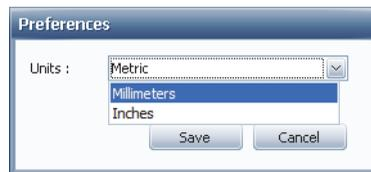

Рис. 3-2 Выбор единицы измерения в диалоговом окне Предпочтения
2. В диалоговом окне **Preferences** щелкните на списке **Units** (Ед. изм.) и выберите соответствующую единицу измерения (см. Рис. 3-2 на стр. 28).